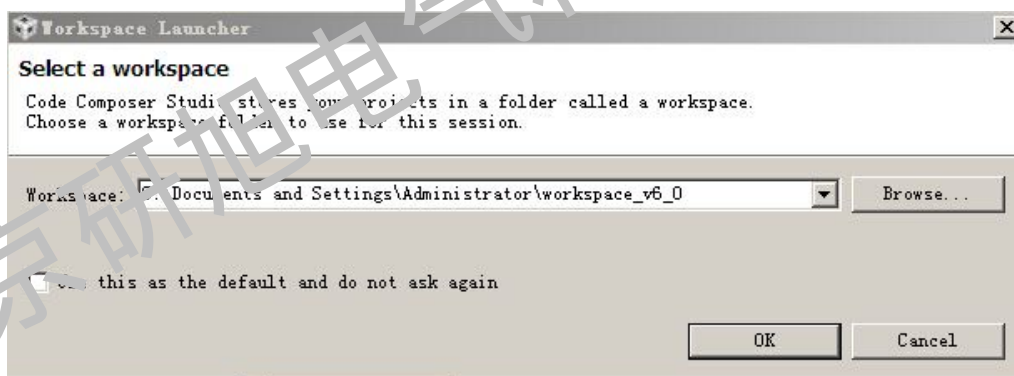

图 1-9-1
- 每次执行 CCSv6 都会要求工作区目录。如果计划对所有项目使用一个目录, 只需选中 “Use this as the default and do not ask again” (默认使用此目录且不再询问)” 选项。以后随时可以在 CCSv6 中更改工作区, 如下图 1-9-1 所示: